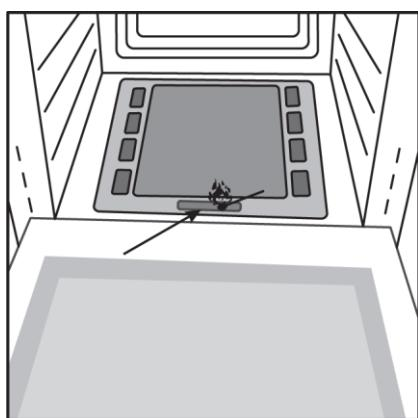

Рис. 18
- слегка нажав на ручку управления температурой духовки (9), поверните ее против часовой стрелки до положения «max»;
- нажмите ручку (9) до упора;
- удерживая ручку (9) нажатой поднесите горящую спичку к отверстию горелки духовки (см. рис. 18);
- удерживайте ручку (9) в нажатом состоянии не менее 10 секунд, при этом обеспечивается выход газа из горелки и его горение, нагревается термопара и отключает предохранительный клапан, который иначе заблокирует подачу газа; Как только огонь загорится, закройте дверцу духовки, установите заданную температуру приготовления пищи и приступайте к готовке.